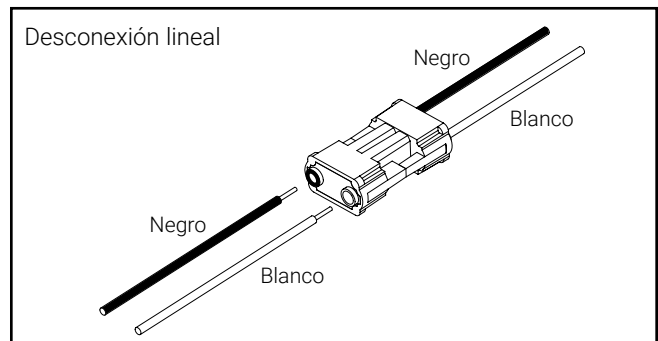

Figura 3.
5. Realice las conexiones de cableado necesarias a la entrada de línea de CA del controlador. Se proporciona una desconexión lineal para acelerar la instalación (Figura 3). Los circuitos de atenuación DALI o 0-10V opcionales están cableados.